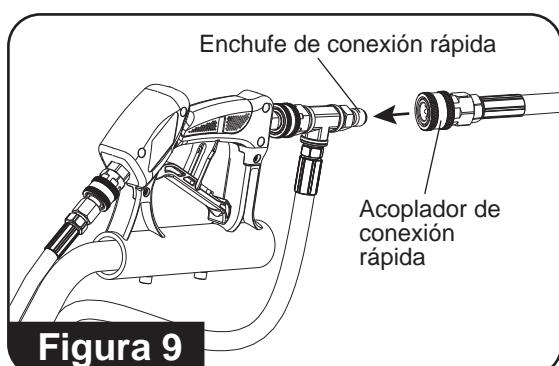

Figura 9
9. Inserte el acoplador de conexión rápida de la manguera de presión en el enchufe de conexión rápida del gatillo. (**Consulte la figura 9**)